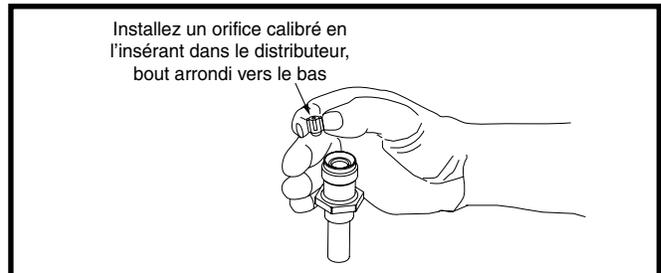

Figure 7. Insertion de l'orifice calibré dans le corps du distributeur
4. Insérez un crochet en fil métallique léger entre le corps du distributeur et l'orifice calibré en prenant soin de ne pas égratigner ces pièces. Retirez délicatement l'orifice calibré du corps du distributeur. Voyez la Figure 7.